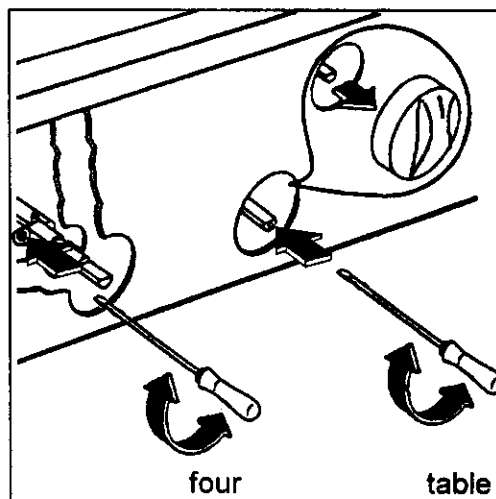

fig.17
4. Dévissez ou vissez la vis pointeau (qui se trouve dans l'axe du robinet fig. 17) jusqu'à l'obtention d'une flamme très courte mais stable pour le gaz naturel. Pour le gaz butane - propane, vissez totalement la vis dans le sens des aiguilles d'une montre.
4. Dévissez la vis pointeau (fig. 17) d'environ 3 tours.